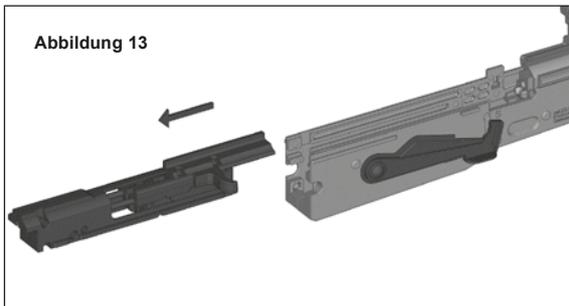

Abbildung 13
9. Wenn das Griffstück entfernt worden ist, können Sie das Verschlussgehäuse nach hinten aus der Nut herausziehen. (Abbildung 13 Seite 23).